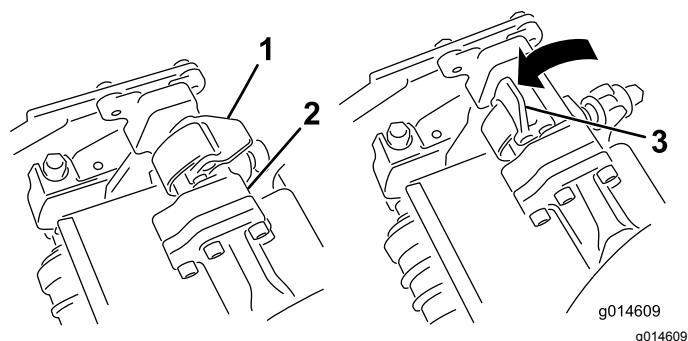
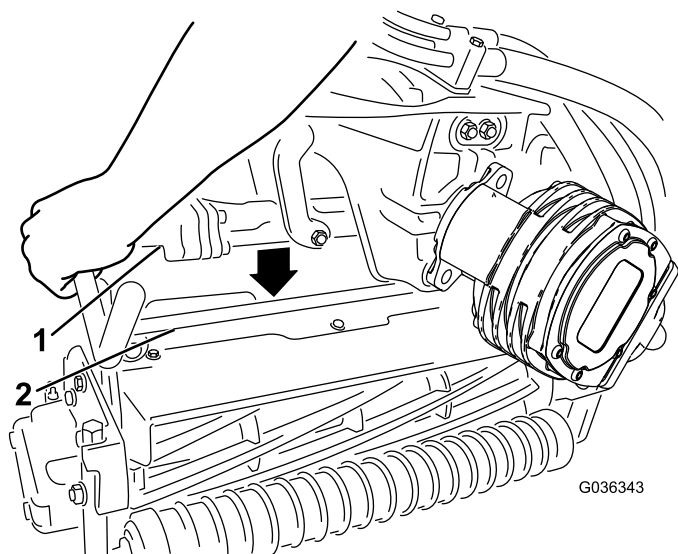

图45
图46
4. 当悬挂臂杆上的门锁指向上方即打开时图45向下压悬挂臂使悬挂臂杆与滚刀组上方的支架相契合图46。
5. 向下并绕着滚刀组横杆关闭门锁将它们锁定到位图45。
5. 打开您正在拆下的滚刀组悬挂臂上的门锁 图45。